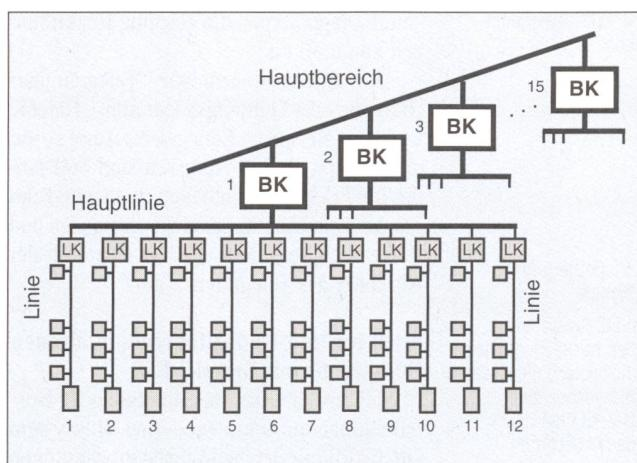

Bild 8 Struktur eines EIB-Bussystems
Zwölf Linien und eine Hauptlinie bilden einen Bereich. Bis zu 15 Bereiche lassen sich über Bereichskoppler (BK) zusammenfügen (Bild 8). Damit ist die maximale Systemkapazität erreicht. Die Gesamtkapazität an Busteilnehmern für das EIB-System beträgt demnach $64 \times 12 \times 15 = 11520$ Busteilnehmer. Die Bereichskoppler erfüllen die gleichen Aufgaben wie die Linienkoppler.